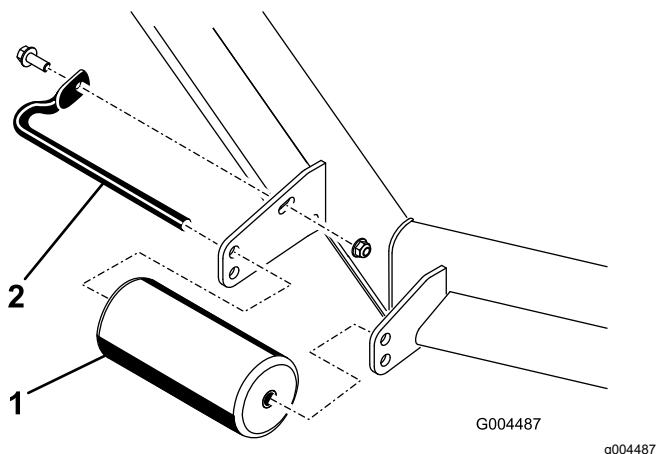

Рисунок 7
4. Снимите крепежные детали всех валиков на газонокосилке и переставьте валики в требуемом направлении, вверх или вниз (**Рисунок 7**).